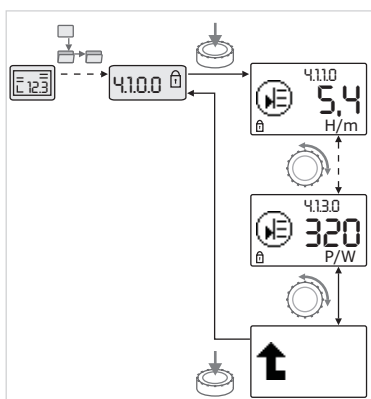

Fig. 39: Informācijas nolasīšana
- Pagriežot vadības pogu, pārskatīt pašreizējās apakšizvēlnes tipa „Informācija” izvēlnes elementus (skatīt Fig. 39). Iestatījumu simbolu skaidrojumus skatīt tabulā, kas dota nodaļā 8.7 “Norādes par izvēlnes elementiem.” 40. lpp.